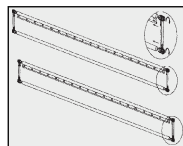

图7
6. 取出晾衣杆和晾被杆, 用衣被杆连接组件将晾衣杆和晾被杆连接在一起, 顺时针旋转旋钮确保不会脱落(如图7)